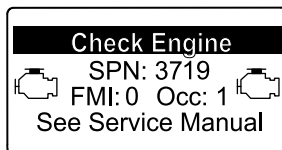

Figure 39
- Si une régénération d'urgence est nécessaire, l'InfoCenter affiche un avertissement moteur SPN 3719, FMI 16 (Figure 39) et le calculateur moteur réduit la puissance du moteur à 85 %.